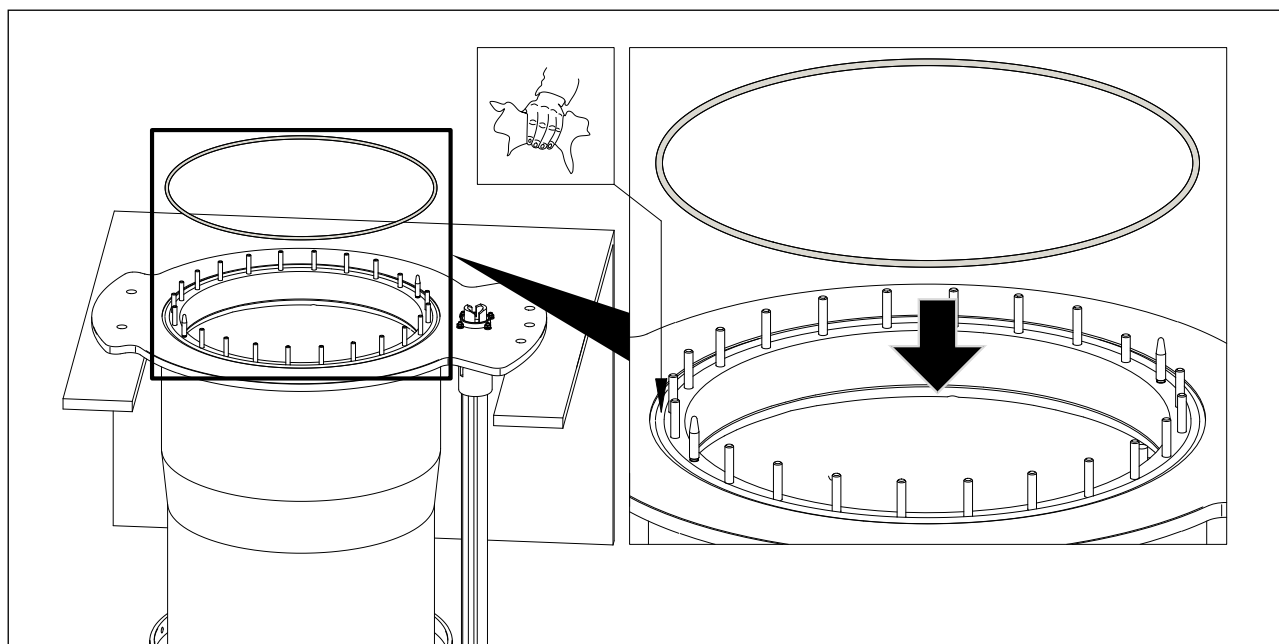

图 5-20 支撑法兰的密封圈
1. 清洁 OLTC 支撑法兰的密封面。在支撑法兰上安装密封圈（见图 5-20）。